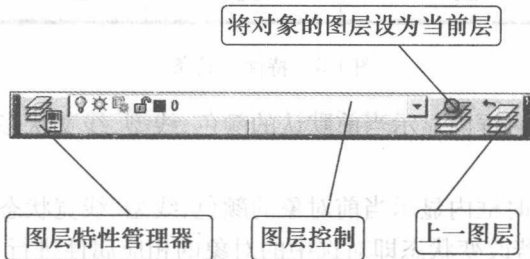
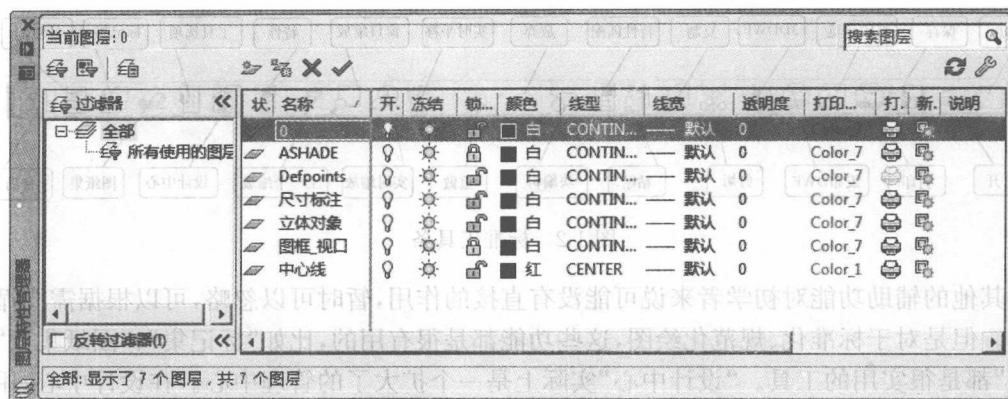

图 1-3 图层工具条
图 1-4 图层特性管理器
2. 图层工具条——功能如图 1-3 所示。图层相当于图纸绘图中使用的重叠图纸。图层特性管理器是管理图层特性的工具,如图 1-4 所示。图层特性管理器按名称的字母顺序排列所有已有的图层。图层的属性包括: